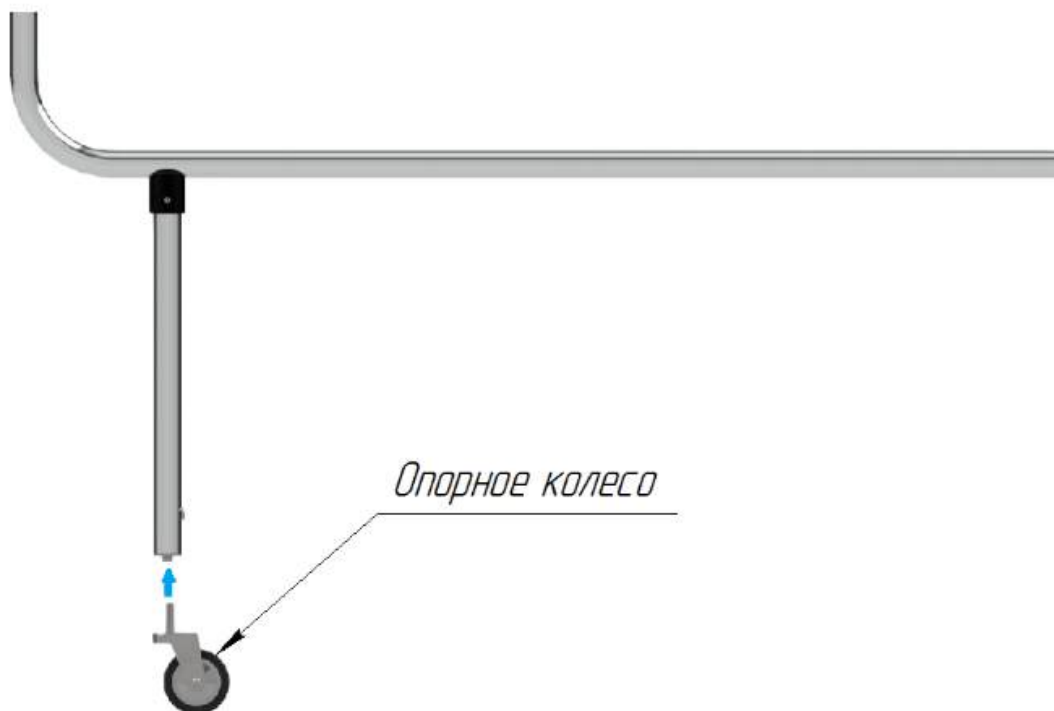

Рисунок 7.2.2 Установка опорного колеса
2. Закрутите резьбовую ось опорного колеса в основание опорной планки створки (рисунок 7.2.2)